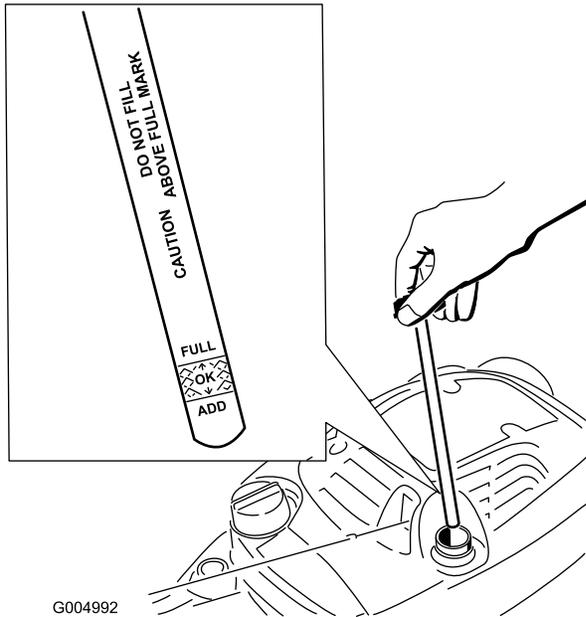

Figura 11
1. Retire la varilla, límpiela, y vuelva a colocarla (Figura 11).
2. Retire la varilla y compruebe el nivel de aceite (Figura 11). Si el nivel de aceite está por debajo de la marca **Add** de la varilla, vierta **lentamente** aceite en el tubo de llenado hasta que el nivel llegue a la marca **Full** de la varilla. **No llene demasiado.** (Capacidad máxima: 0,6 l (20 onzas), tipo: SAE 30W, aceite detergente con clasificación de servicio API SF, SG, SH, SJ, SL o superior.)